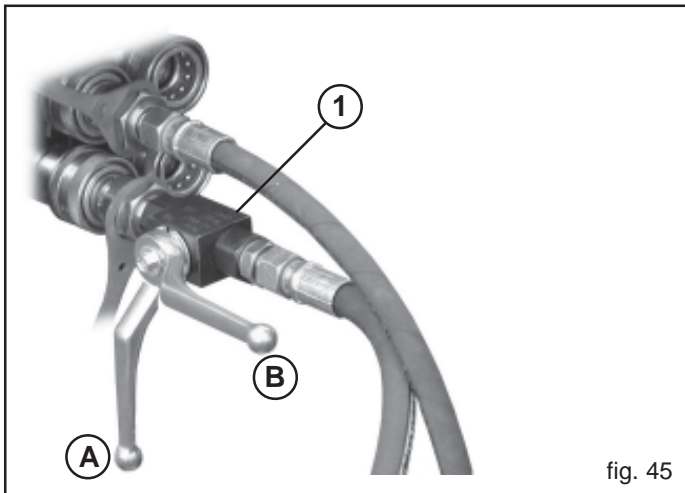

fig. 45
Il tubo oleodinamico di mandata è dotato di un rubinetto (1, Fig. 45) necessario ad escludere il funzionamento del segnalibro.
Durante il trasporto stradale della seminatrice, la maniglia del rubinetto deve essere posta nella posizione (A, Fig. 45), per evitare l'apertura accidentale del segnalibro, viceversa in posizione B durante il lavoro. Quando l'impianto non viene utilizzato proteggere gli innesti rapidi con gli appositi cappucci ed alloggiare i tubi oleodinamici nell'apposito supporto.
- 5) Prima di azionare il dispositivo segnalibro, appoggiare la seminatrice a terra e portare la leva del rubinetto in posizione (B) Fig. 45.
- 8) Portare la leva del rubinetto in posizione (A) Fig. 45.